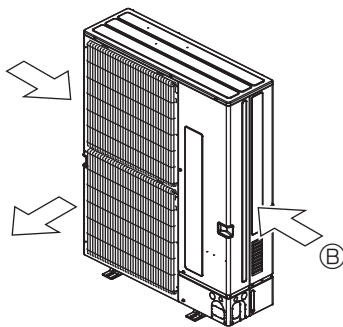

Fig. 2-16
② Розмістіть блок так, щоб повітря виходило по можливості перпендикулярно до сезонного напрямку вітру. (Fig. 2-16)